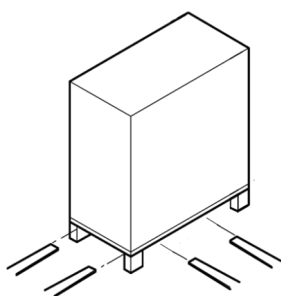

Fig. 1: Transporte con la carretilla elevadora
1. **Imagen 1:** Corte las cintas de plástico ① y retírelas.
2. Levante la tapa de madera ② del embalaje.